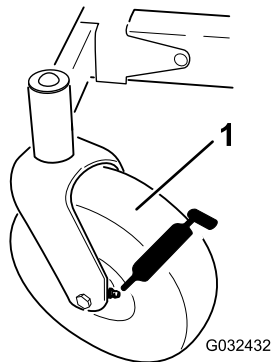

**Bild 37**
3. Reinigen Sie die Schmiernippel (**Bild 37**) mit einem Lappen.
4. Setzen Sie die Fettpresse nacheinander an allen Nippeln an (**Bild 37**).